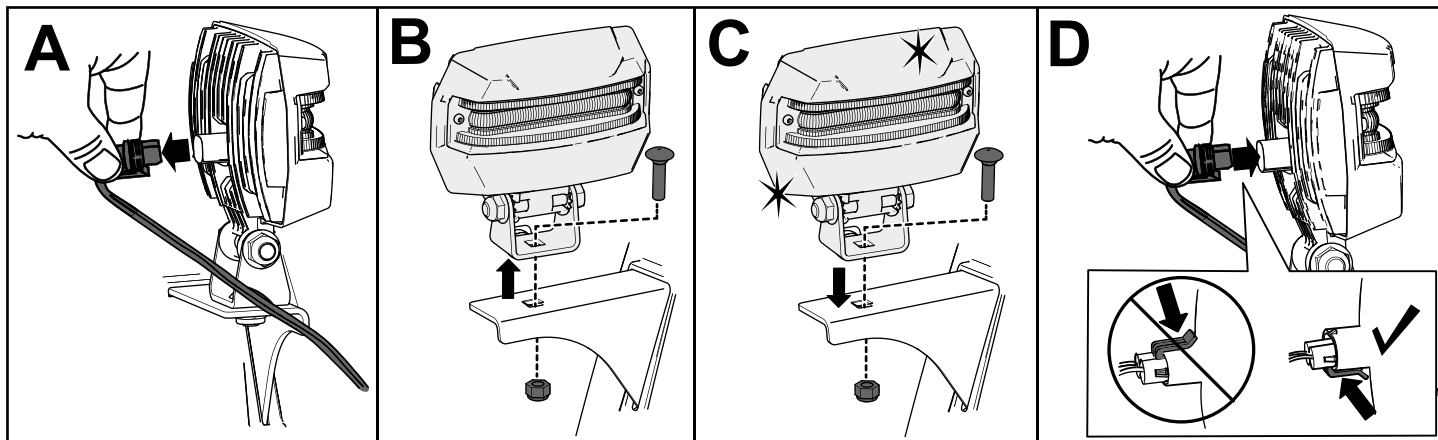

Figure 40
1. Débranchez le fil au dos du phare (A de la Figure 40).
2. Retirez le boulon et l'écrou qui fixent le phare sur son support, puis déposez le phare (B de la Figure 40).
3. Fixez le nouveau phare sur le support au moyen de l'écrou et du boulon retirés précédemment (C de la Figure 40).
4. Insérez le fil du phare directement au dos du phare en l'enfonçant bien en place (D de la Figure 40).